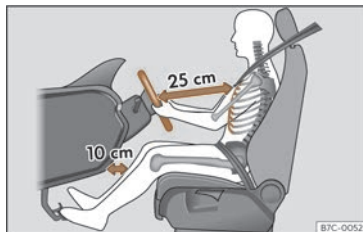

Fig. 16 La distance correcte entre le conducteur et le volant doit être de 25 cm minimum (10 pouces).
- Réglez le volant de sorte qu'il se trouve à une distance d'au moins 25 cm (10 pouces) du sternum >>> fig. 16 et que vous puissiez le tenir à deux mains sur les côtés, par l'extérieur, les bras légèrement fléchis.